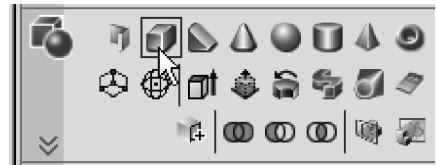

Fig. 7.3 Pictograma Box de pe panoul Dashboard
6. Se selectează pictograma **Box** de pe panoul **3d Make** al panoului **Dashboard** – vezi Fig. 7.3.